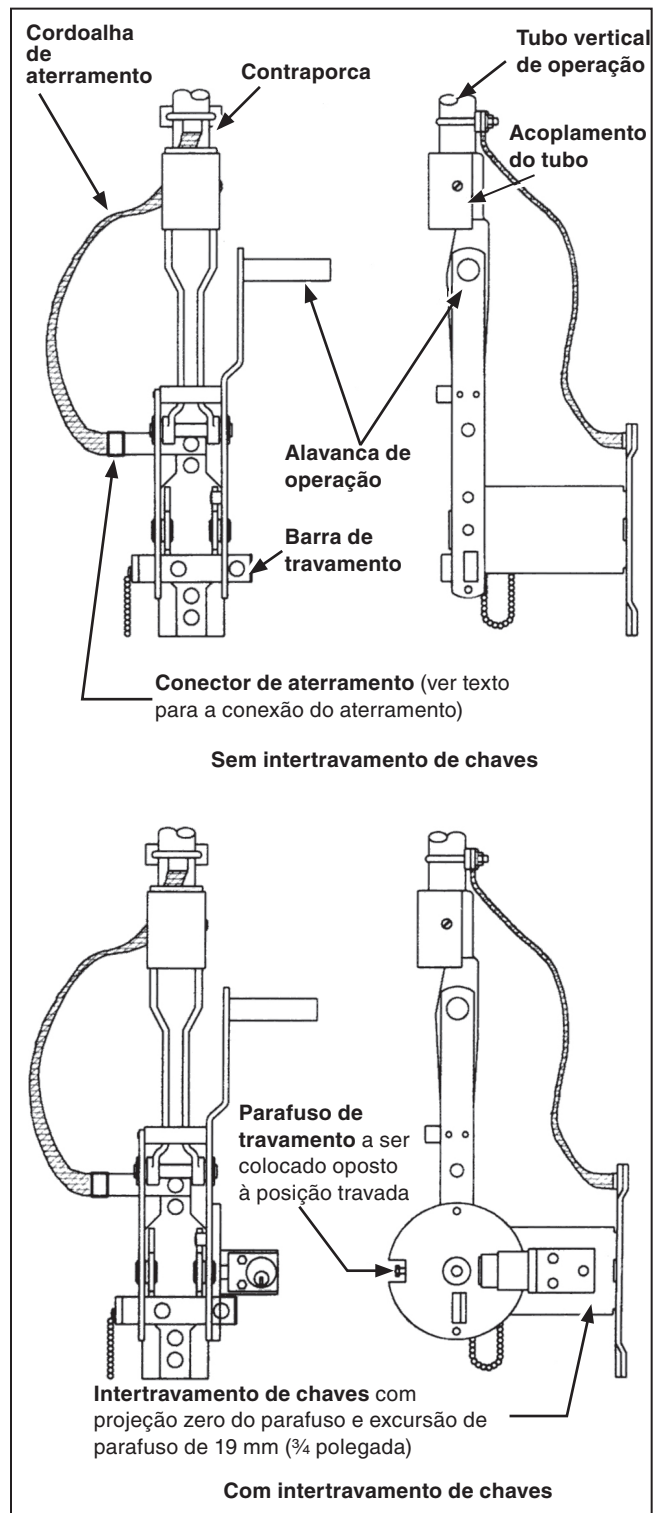

Figura 13. Conjunto da alavanca de operação.
- (b) Instale a seção inferior do tubo vertical de operação rosqueando uma ponta do tubo no acoplamento da alavanca de operação. Uma seção de rosca de aproximadamente 6 mm ($\frac{1}{4}$ polegada) deve penetrar no acoplamento. Ver Figura 13. Aperte a contraporca. Deslize um guia pelo tubo e instale a ponta superior do tubo ao acoplamento rígido inferior. Nesta etapa, aperte os parafusos de travamento do acoplamento, porém sem apertar o parafuso de ajuste associado.
- (c) Assegure-se que os polos da chave estão totalmente fechados e que a alavanca de operação está mantida na sua posição **Fechada** por meio da barra de travamento. Ver Figura 13.
Use o tubo vertical de operação como uma linha de prumo para posicionar a alavanca de operação radialmente em relação ao poste—ver Seção D-D no diagrama de montagem. Em seguida, faça dois furos com diâmetro de 17 mm ($\frac{11}{16}$ polegada) nos locais indicados no diagrama de montagem e monte a alavanca usando uma haste rosqueada de $\frac{5}{8}$ polegada ou parafusos passantes (não fornecidos). Ao mesmo tempo, use um dos parafusos de montagem da alavanca de operação para prender uma ponta da cordoalha de aterramento (a ponta com o conector de aterramento instalado) à placa de montagem da alavanca. Ver Figura 13.
- (k) Fixe a ponta livre da cordoalha de aterramento à seção inferior do tubo vertical de operação, a poucas polegadas acima do conjunto da alavanca de operação, usando o conector com parafuso tipo U fornecido para essa finalidade. Em seguida, conecte a ponta inferior da cordoalha a um aterramento adequado usando o conector de aterramento existente na ponta da cordoalha. Ver Figura 13 na página 16. Continue pela seção “Condutores de Final de Linha” na página 27.